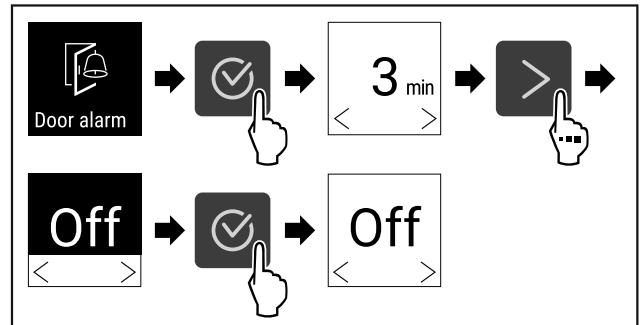

Fig. 41
- ▶ Wykonać czynności (patrz Fig. 41).